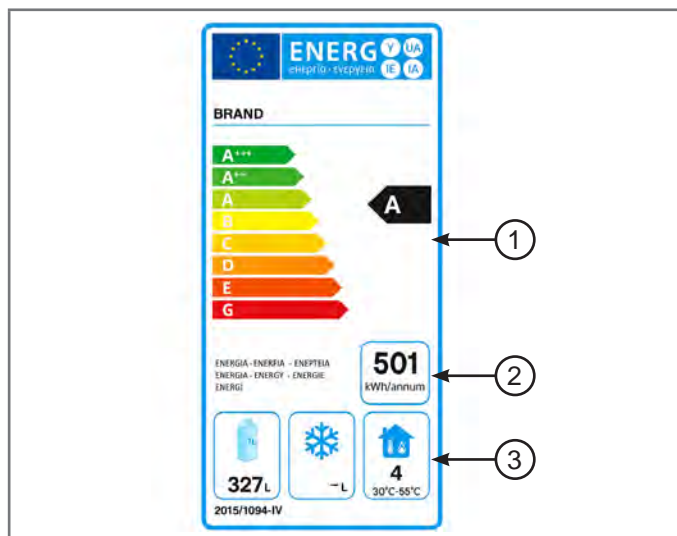

Fig 1.4 - Fac-similé de l'étiquette de classe énergétique
L'étiquette de la classe énergétique, similaire à celle présentée sur la Fig. 1.4, est fournie avec l'appareil :
- **CLASSE ÉNERGÉTIQUE** : l'échelle des classes énergétiques - avec des valeurs allant de A à G - indique de manière simple et intuitive le niveau d'efficacité énergétique de l'appareil (1 - Fig. 1.4).
- **DONNÉES DE CONSOMMATION** : la valeur numérique (par exemple 501 kWh/an) indique la consommation d'énergie annuelle estimée (2 - Fig. 1.4).
- **PICTOGRAMMES** : les pictogrammes (3 - Fig. 1.4) indiquent :